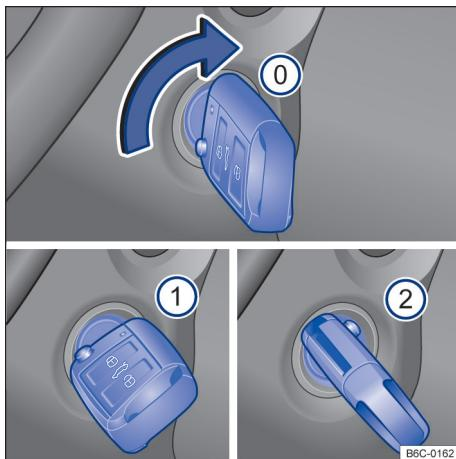

Fig. 91 Ao lado do volante, à direita: posições da chave do veículo no cilindro da ignição.
Posições da chave do veículo → Fig. 91
- ① Ignição desligada. A chave do veículo pode ser retirada.
- ② Ignição ligada.
- ③ Pisar no pedal do freio e ligar o motor. Quando o motor pegar, soltar a chave da ignição. Ao soltar, a chave do veículo retorna à posição → Fig. 91 ①.
- Veículos com cilindro da ignição:** girar a chave do veículo na posição → Fig. 91 ①. A ignição está ligada. Nesse instante a luz de controle do sistema de partida aquecida irá se acender no instrumento combinado. Aguardar que a luz de controle se apague indicando o término do aquecimento do combustível (esta ação poderá ser necessária em condições de partida com o motor frio).
- *Veículos com cilindro da ignição*: girar a chave do veículo no cilindro da ignição para a posição → Fig. 91 ② – não acelerar. Quando o motor começar a funcionar, soltar a chave do veículo no cilindro da ignição.
- *Veículos com cilindro da ignição*: girar a chave do veículo no cilindro da ignição na posição → Fig. 91 ①.